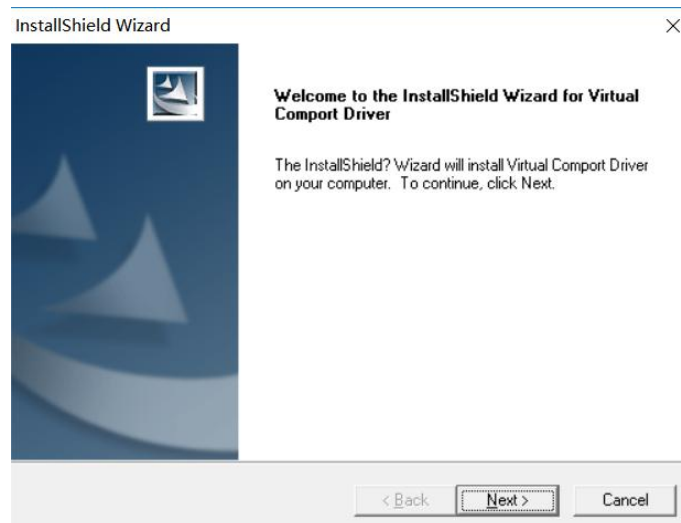

图 3.7 驱动安装
1. 根据电脑系统版本及系统位数选择合适的驱动版本进行安装，点击 Next，如图 3.7 所示。